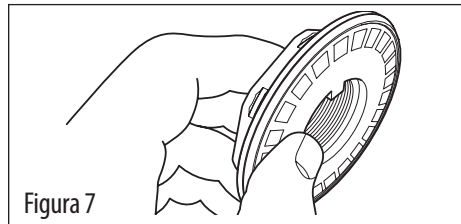

Figura 7
1. Asiente la arandela plana sobre el dorso de la tuerca de husillo (vea la figura 7).